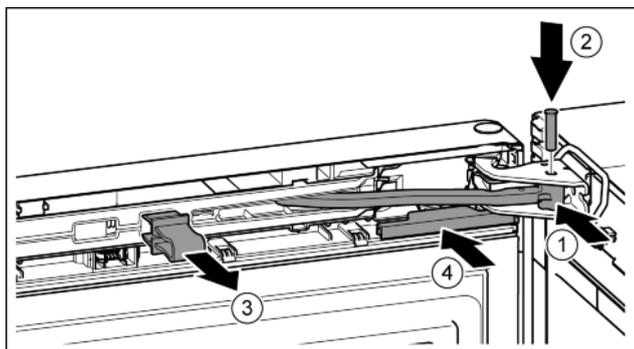

Fig. 45
- ▶ Okrenite zglob u podlošku ležaja. Fig. 45 (1)
- ▶ Umetnite svornjake u podložak ležaja i zglob. Pritom pazite da ispuščenje za blokiranje ispravno dosjedne u utor. Fig. 45 (2)
- ▶ Skinite osigurač. Fig. 45 (3)
- ▶ Nataknite pokrov. Fig. 45 (4)